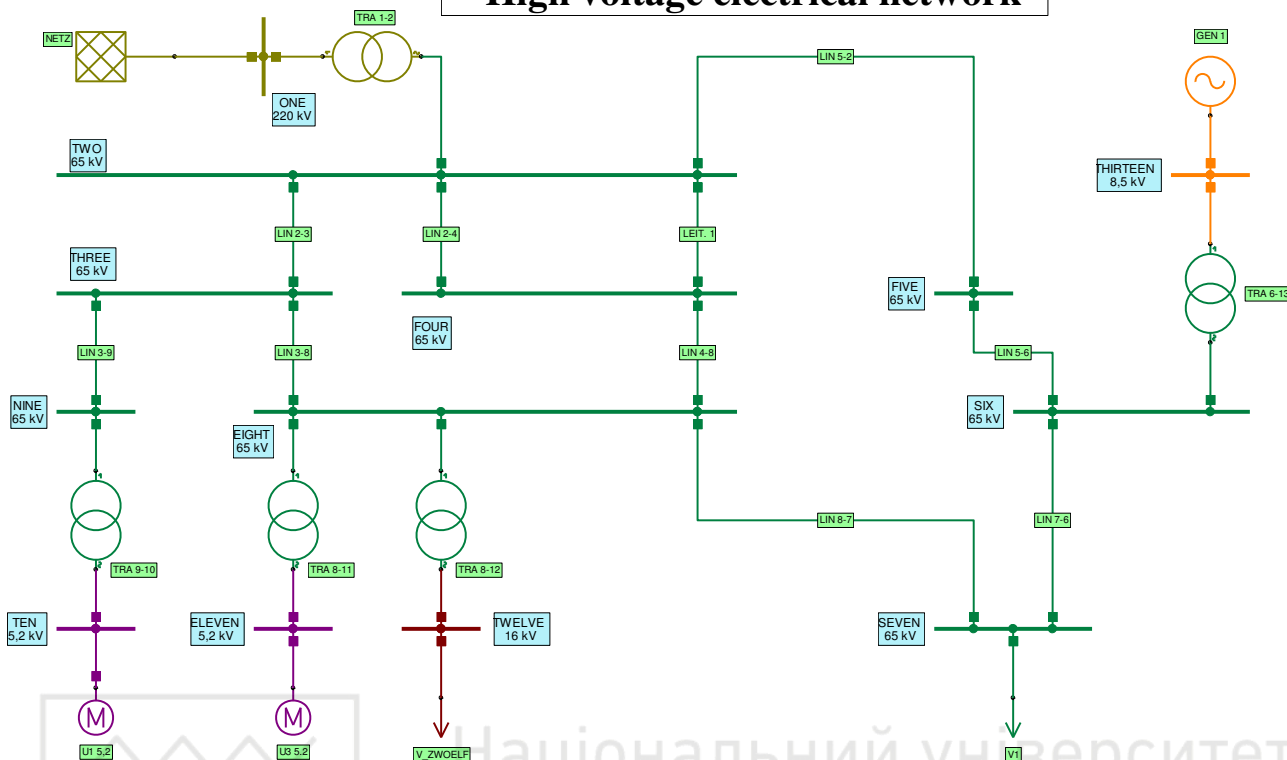

Рисунок 3.7 – Електрична мережа високої напруги
5. Побудувати електричну мережу, зображену на рис. 3.7.